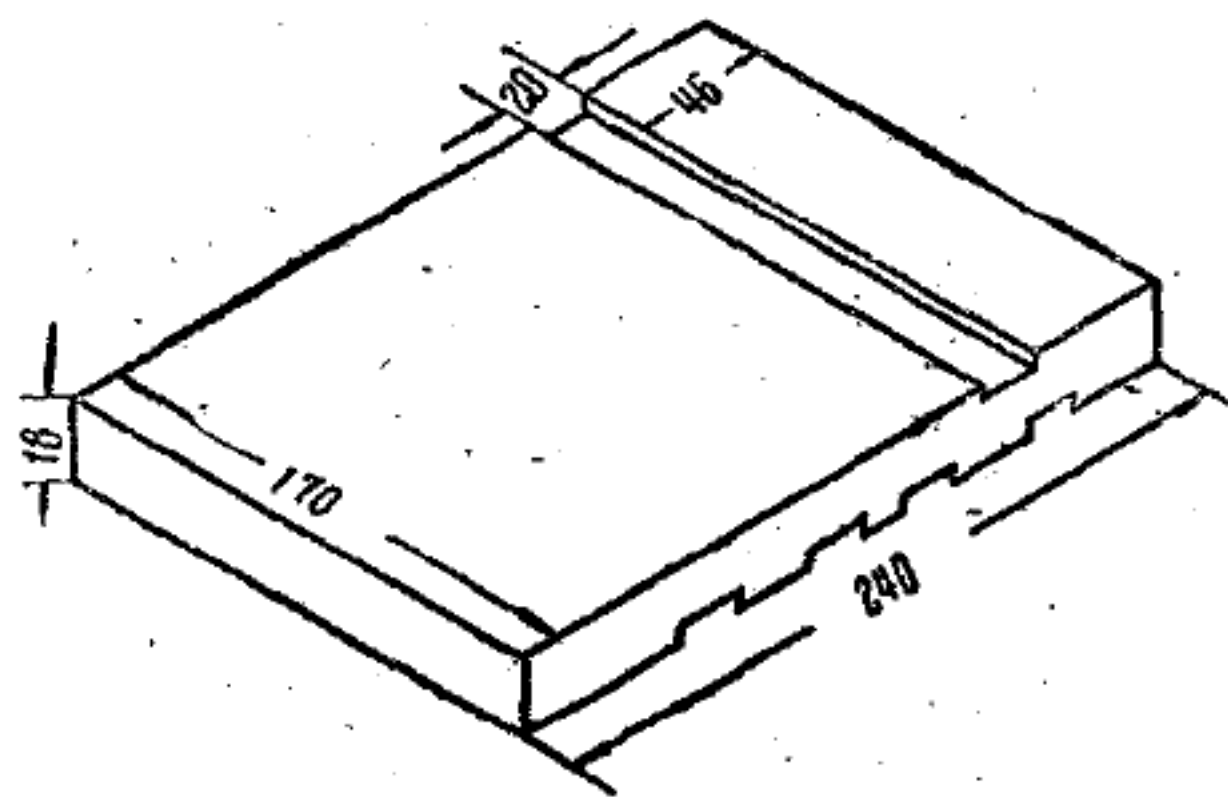

图 2 底板
1. 底板(见图 2) 底板长 240 毫米，寬 170 毫米，厚 18 毫米，先划好綫再用鋸子，鋸下。然后，用刨子把上下两面刨光，要注意不能高低不平，否則就要使触头安装不稳或傾斜，造成接触不良。在要安熔断絲的下面挖一条 3~5 毫米深的槽（见图 2），挖平整些，因为安装完后要粘砂子的。